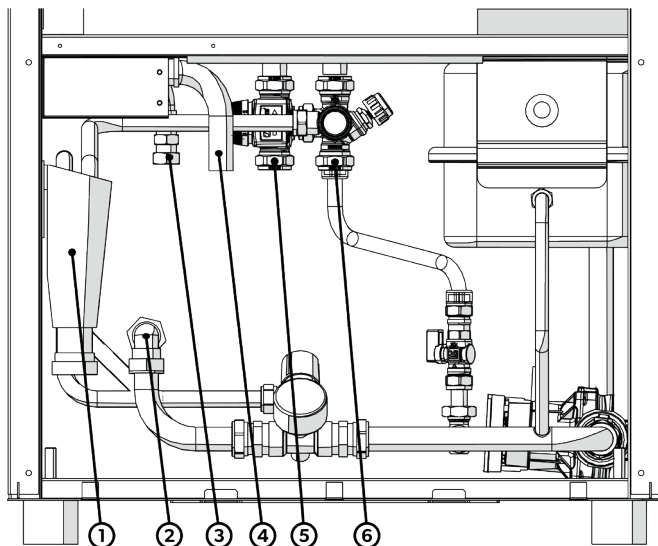

Bild 1 Vattenanslutningar på höga RX-serien
1. Koppla ihop värmesystemet med cirkulationsvärmens anslutning med en flexibel slang (se bild 1, nr 4).
2. Koppla värmesystemets retur till returvärmens (se bild 1, nr 2) med hjälp av en flexibel slang.
1. Koppla ihop värmesystemet med cirkulationsvärmens anslutning med en flexibel slang (bild 1, nr 3).
2. Montera ett T-stycke i returen för att undvika sammanblandning av cirkulationsvatten och tilluftsaggregatets retur (se bild 1, nr 2).
3. Anslut T-stycket till både cirkulationsvatten och tilluftsaggregatets anslutning (se bild 1, nr 2).
5. Koppla värmesystemets retur till returvärmens (bild 1, nr 2) med hjälp av en flexibel slang.